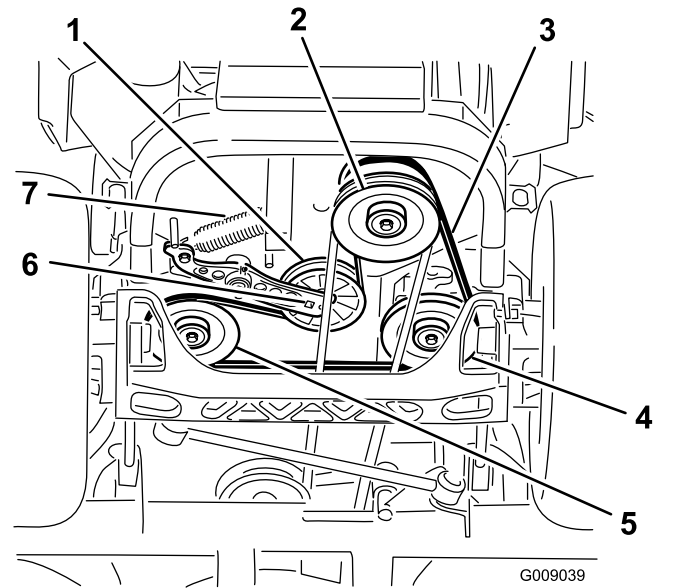

Figura 93
4. Levante la máquina y apóyela sobre gatos fijos (Figura 93).
5. Utilice una llave de carraca en el taladro cuadrado del brazo tensor para retirar el muelle tensor (Figura 93).
6. Desenganche el muelle de la polea tensora del bastidor (Figura 93).
9. Utilizando la llave de carraca en el taladro cuadrado del brazo tensor, instale el muelle tensor en el bastidor (Figura 93).